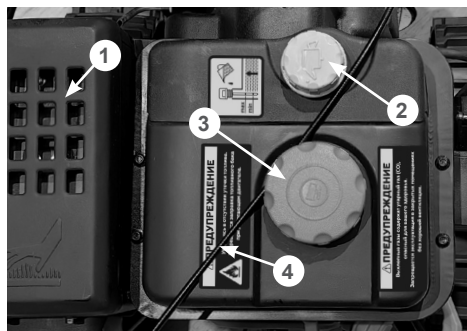

Рис. 24 Расположение троса управления дефлектором жёлоба
- проложите трос управления дефлектором жёлоба так, чтобы при повороте жёлоба в обе стороны трос не касался глушителя и не цеплялся за элементы двигателя, препятствуя повороту жёлоба. Рекомендуется пропустить трос над топливным баком между крышкой топливного бака и крышкой-щупом верхней маслосливной горловины, как показано на Рис. 24.